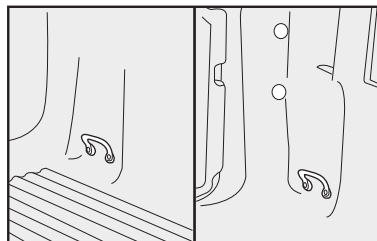
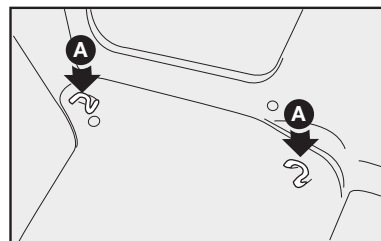

fig. 104
fig. 105
**Se ocorrerem freadas bruscas, ou uma colisão, um deslocamento repentino da carga poderia criar uma situação de perigo para o motorista e o passageiro; por este motivo, antes de movimentar o veículo, providenciar a correta fixação da carga ou bagagens utilizando os ganchos de amarração de carga nas bordas da caçamba e/ou os anéis de fixação dispostos no piso do compartimento de carga fig. 104 ou no interior do veículo fig. 105 (versões com cabine estendida). Para que a operação seja feita de forma segura, somente utilizar cabos, cordas ou correias adequadas à fixação do material que será transportado.**
O espaço disponível atrás dos bancos fig. 105 (versões com cabine estendida) é destinado exclusivamente para o transporte de bagagens e/ou objetos, desde que adequadamente fixados.